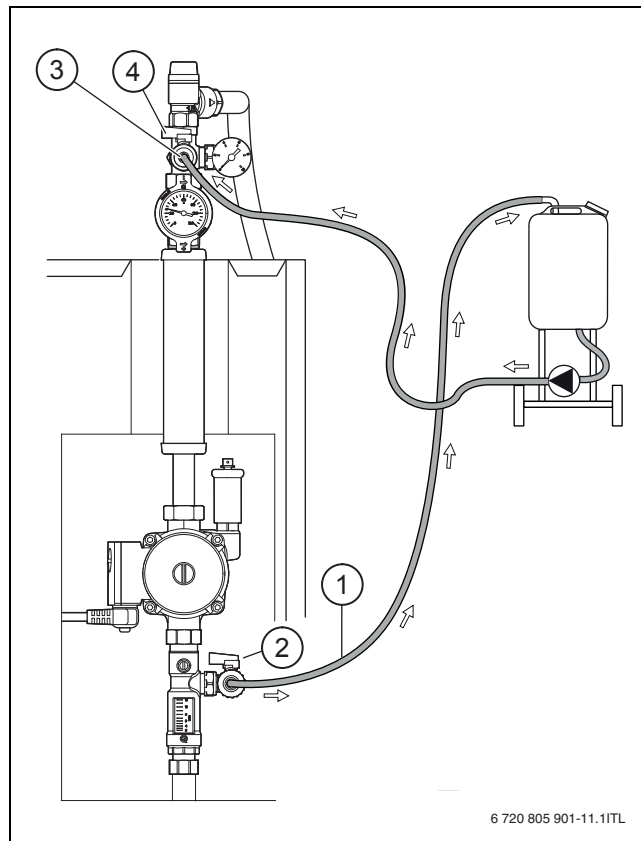

Fig. 19 Solvarmeanlæg påfyldning
- ▶ Tilslut påfyldningsanordningen (→fig. 19).
- ▶ Luk for stophanen forinden (→ fig. 19, [2], side 16).
- ▶ Luk for stophanen foroven, når driftstrykket er nået (→ fig. 19, [4], side 16).